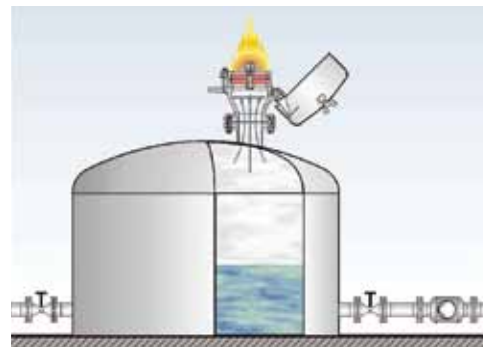

Bild 4: Stabilisiertes Brennen: Dauerbrand
**Stabilisiertes Brennen** ist ein gleichmäßiges Brennen einer Flamme unter Stabilisierung der Flamme auf oder nahe der Flammensperre. Dabei unterscheidet man zwischen dem **kurzzeitigen Brennen** (ein stabilisiertes Brennen für eine bestimmte Zeit) und dem **Dauerbrand** (ein stabilisiertes Brennen für eine unbestimmte Zeit) (Bild 4).